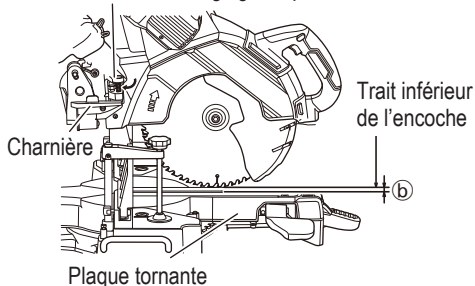

Fig. 53
- (1) Abaisser la tête du moteur et tourner le boulon de réglage de la profondeur de 6 mm à la main comme illustré sur la Fig. 53. (où la tête du boulon de réglage de la profondeur de 6 mm touche la charnière).